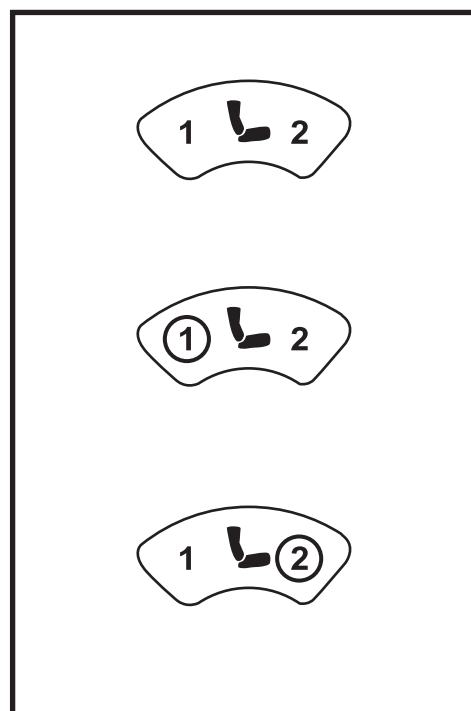

Figure 9. Indicateurs d'actionneurs (Aucun, Actionneur 1 et Actionneur 2 illustrés)
3. Poussez la manette vers la droite ou appuyez sur la touche de sélection de l'actionneur de nouveau afin de faire défiler les actionneurs disponibles. Les indicateurs d'actionneur afficheront quel actionneur est activé. **Voir la figure 9.**